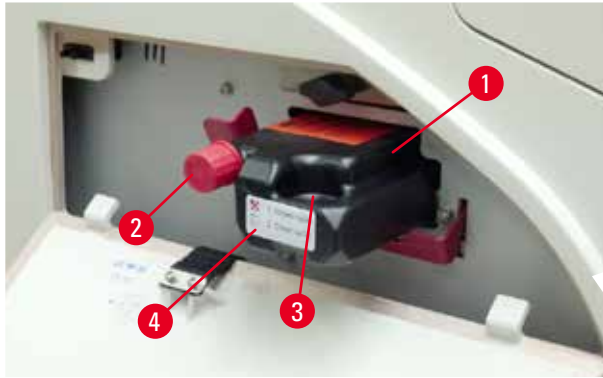

図 54
- 保護フィルムを外した後、カートリッジを半分ほどカートリッジスロットに挿入します (→「図 54」)。